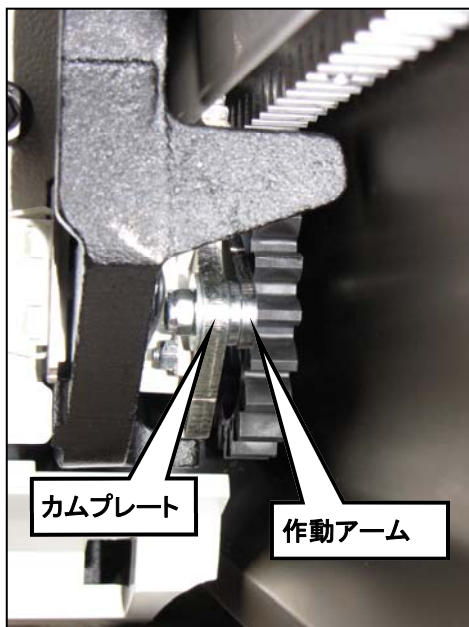

図 1
- オーバースピードガバナーをリセットするには、モーター手動巻き上げシャフト上の $\frac{1}{4}$ インチドライブソケットを使用して、オーバースピードガバナーのカムプレートが移動位置(図1)に跳ね返るのが確認できるまで、ステアリフトを手動で巻き上げます。